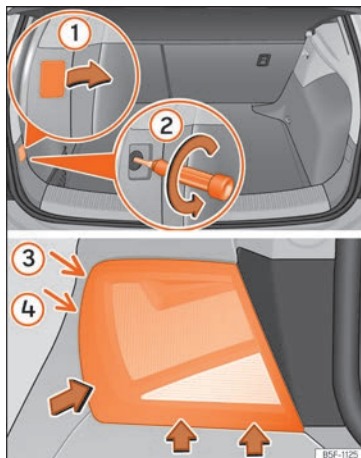

Abb. 63 Gepäckraum: Lage der Befestigungsschraube des Rücklichts. Ausbau der Heckleuchte im Seitenteil
- Hebeln Sie die Abdeckung an der Aussparung mit dem flachen Teil des Schraubendrehers ab und entfernen Sie die Abdeckung » **Abb. 63** (1).
- Lösen Sie mit einem Schraubendreher die dahinterliegende Schraube im Gegenuhrzeigersinn (Pfeil) » **Abb. 63** (2) und nehmen Sie diese vorsichtig heraus.
- Bewegen Sie die Leuchte in Richtung der Pfeile hin und her, bis sie sich aus der Aufnahme löst (Positionen (3) und (4)) » **Abb. 63**.